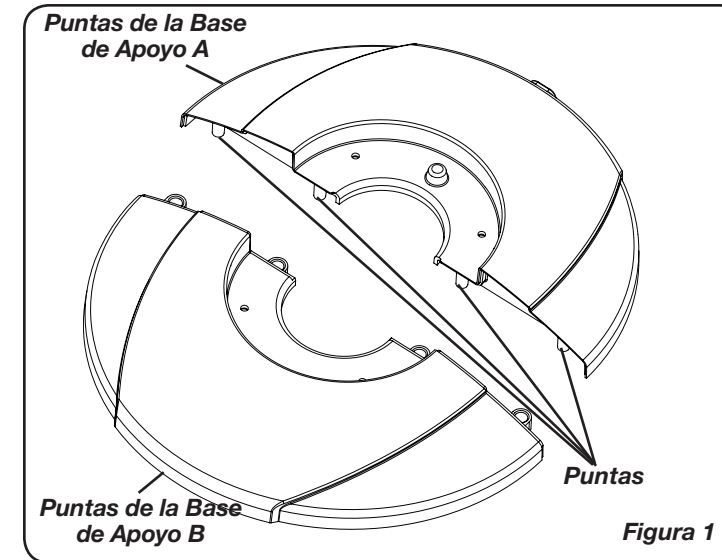
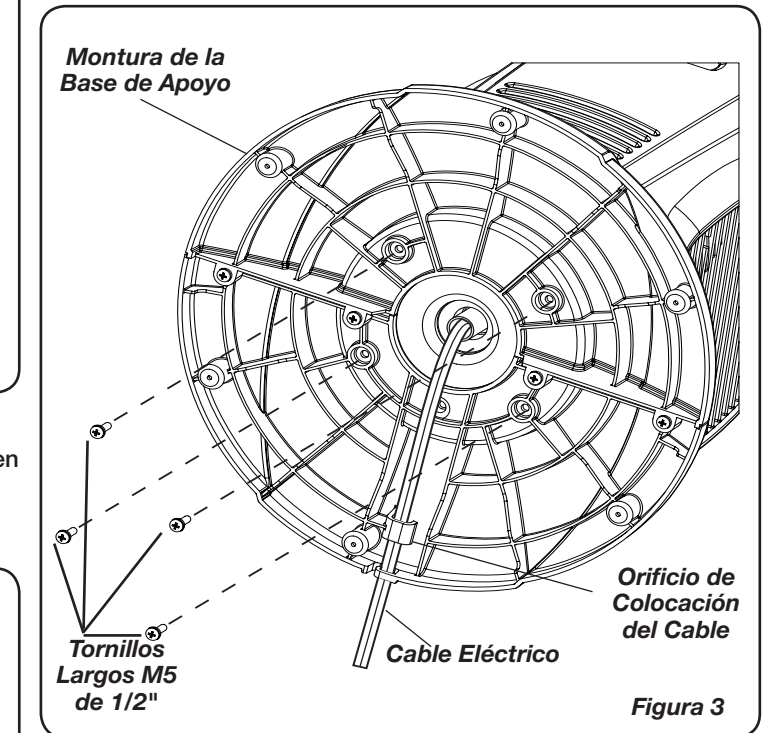

Figura 1
Figura 3
2. Arme las Mitades de la Base de Apoyo encastrando las **Puntas de la Base de Apoyo A** con los Orificios para **Puntas en la Base de Apoyo B**. Conecte el **Cable Eléctrico** a través del orificio grande en el centro de la **Montura de la Base de Apoyo**. (*Figura 1*)
4. Alinee la **Montura de la Base de Apoyo** con la **Base del Motor**, teniendo en cuenta que la ranura del cable en la parte inferior de la **montura de la base de apoyo** debe apuntar hacia la parte posterior del Ventilador. Adose la **Montura de la Base de Apoyo** a la **Base del Motor** con (4) **Tornillos Largos M5 de 1/2"**. Cerciórese de alinear la **Llave del Conjunto de la Base de Soporte** con la **Muesca Localizadora de la Base Del Motor**. (*Figura 1*) Suavemente tire del **Cable Eléctrico** para evitar que quede flojo y colóquelo en el **Orificio de Colocación del Cable**. (*Figura 3*)